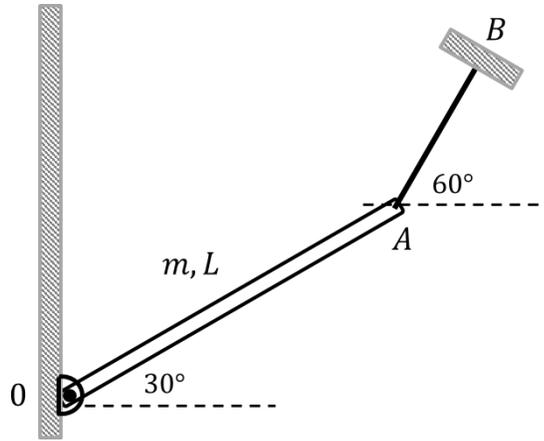

Fig. 9.2.
9.2.- Una varilla de masa $m = 2$ (kg) y largo $L = 3$ (m) está sostenida a una pared vertical mediante un pasador fijo O y por el otro extremo, amarrada por una cuerda a un techo B, tal como muestra la Fig. 9.2. Calcular: